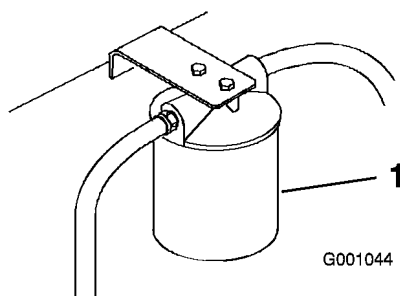

Figura 56
3. Coloque un recipiente bajo el filtro, retire el filtro usado y limpie con un paño la superficie de la junta del adaptador del filtro (Figura 56).